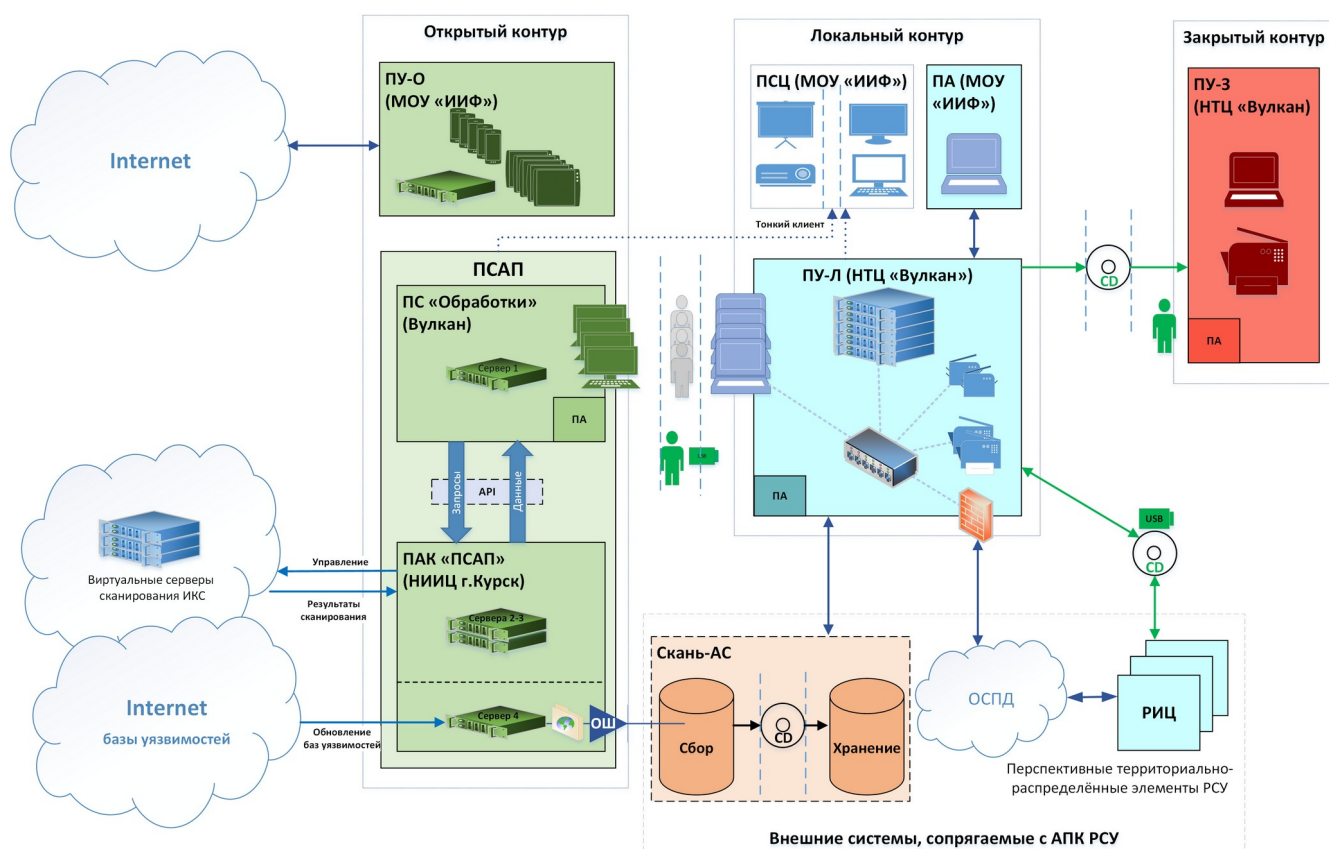

Рисунок 1 – Структурная схема ПАК «ЦУСС»
1.1.4.1 Структурная схема ПАК «ЦУСС» представлена на рисунке Рисунок 1.